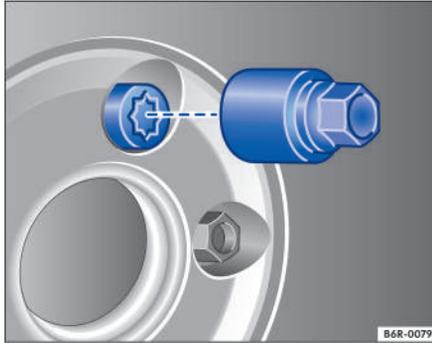

Fig. 194 Cambiar una rueda: tornillo de rueda antirrobo y adaptador.
- Introduzca el adaptador en el tornillo antirrobo hasta el tope → fig. 194.
- Encaje la llave de rueda en el adaptador hasta el tope → fig. 194.